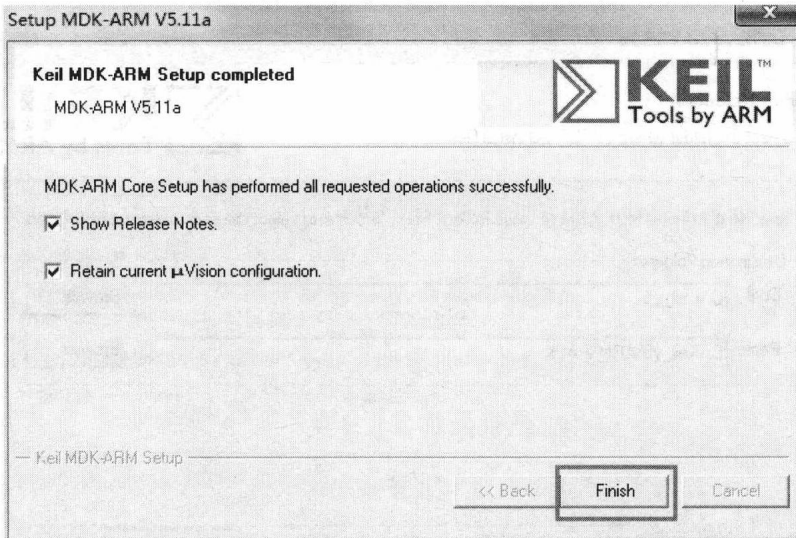

图 1.3-5
(5) 点击“Finish”按钮，Keil 5 的安装就完成了，如图 1.3-5 所示。